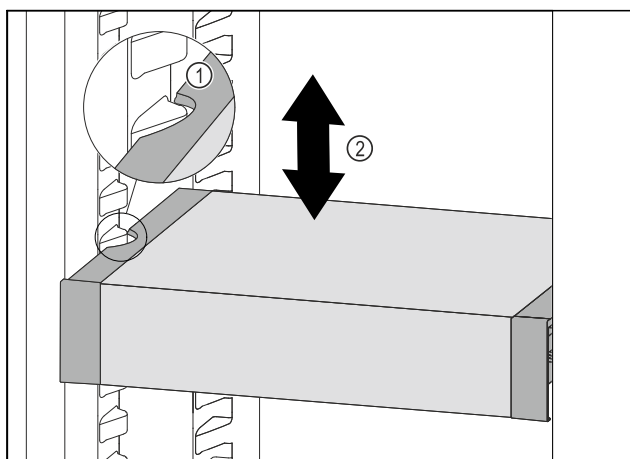

Fig. 60
- ▶ Táhněte VarioSafe dopředu, dokud nebudou boční vybrání VarioSafe na úrovni žebrování na nádoby v chladničce. Fig. 60 (1)
- ▶ Posouvejte VarioSafe v chladničce nahoru nebo dolů, dokud nedosáhnete požadované výšky. Fig. 60 (2)